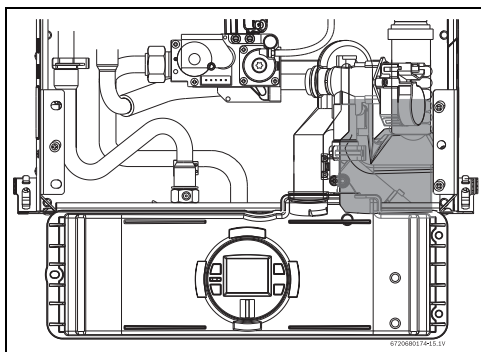

Fig. 61
- Comprobar el nivel de agua en el depósito de aguas condensados (consultar Fig. 61).